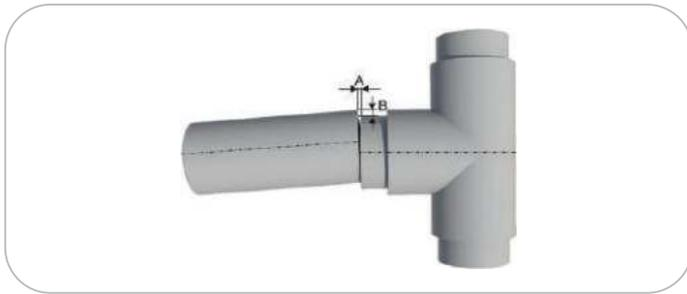

Рисунок 1
1. Отцентрировать свариваемые элементы (см. рис.1) с помощью зажимов (1). Произвести торцевание элементов, не перегружая двигатель. Торцевание производится до появления непрерывной стружки с двух сторон торцевателя (2-3 витка).